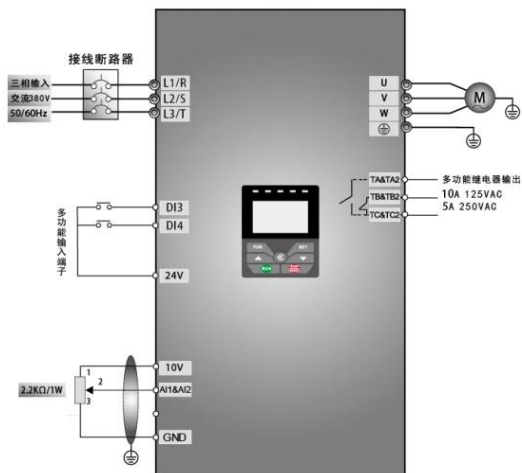

图 5-3 接线图 3
(1) 按图 5-3 配线，检查接线正确后，合上空气开关，变频器上电。